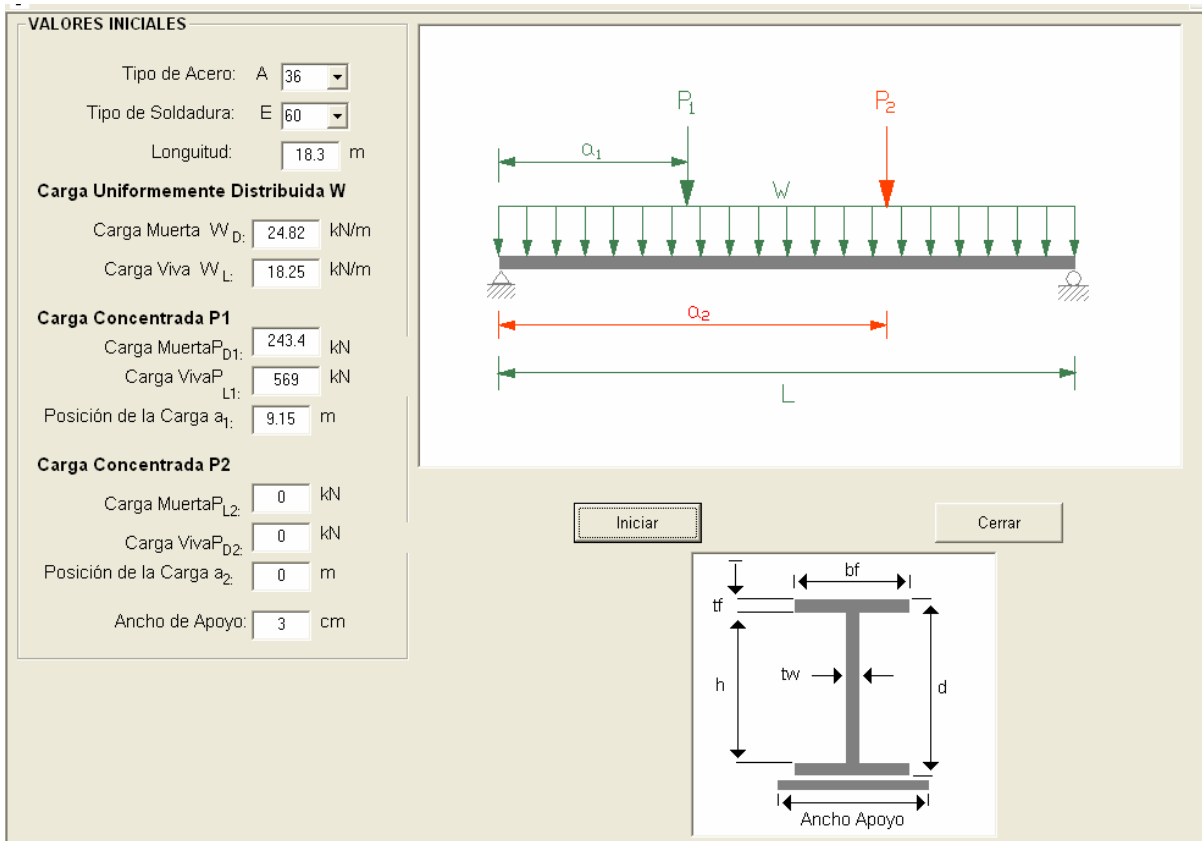

Figura 6.25 Captura de Datos.
1. La captura de los datos se muestra en la Figura 6.25.